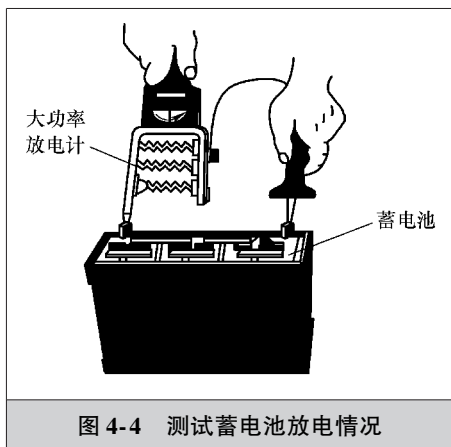

图 4-4 测试蓄电池放电情况
(1) 使用大功率放电计测试蓄电池故障 将 12V 大功率放电计的两个叉尖用力紧压在蓄电池正负接线柱上, 时间不超过 5s, 观察蓄电池大电流放电时的端电压, 如图 4-4 所示。